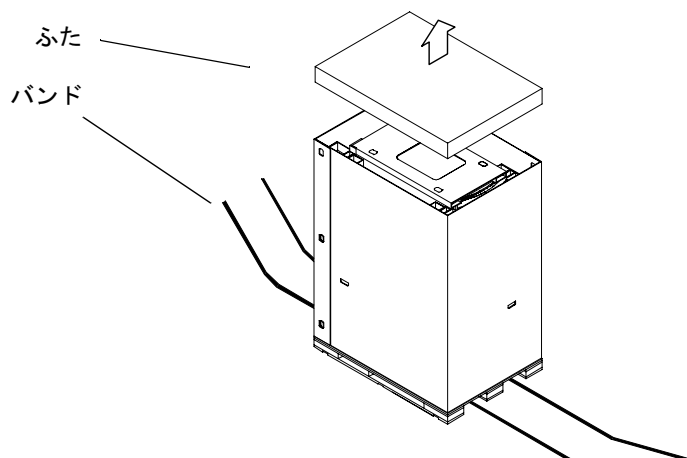

図 1 出荷用梱包箱の開梱 — 手順 1
1. 出荷用梱包箱のバンドおよびふたを取り外します (図 1)。